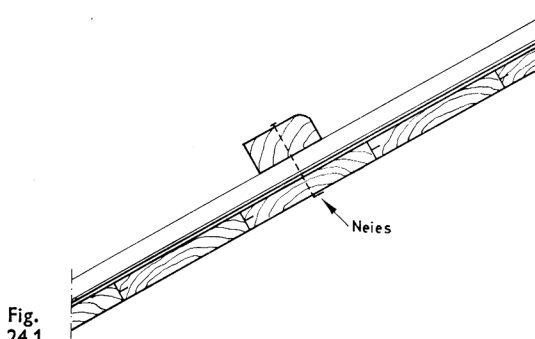

Fig. 24.1
- .1 Taklekten skal vise vankant opp og ha sin skarpe kant ned mot takfoten, fig. 24.1. Lektene siktes inn etter hvert slik at de blir snorrette.